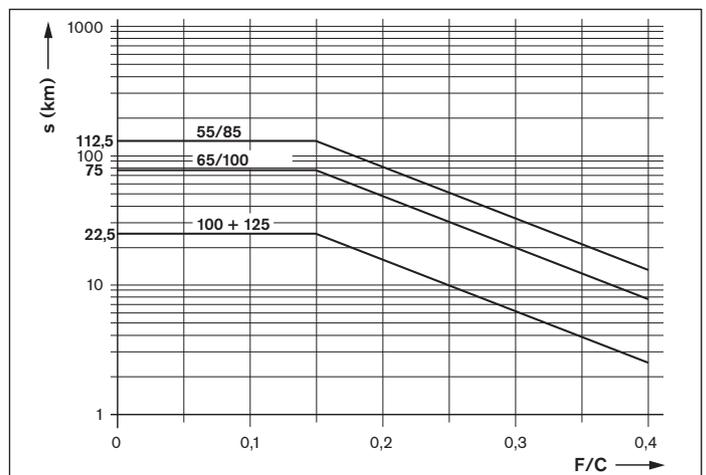

Figura 19
- ▶ Si se alcanza el intervalo de relubricación de la figura 19, se deberá introducir la cantidad de lubricante según la tabla 13.
- ▶ Si se alcanza el intervalo de relubricación de la figura 19, se deberá introducir por cada conexión de lubricación la cantidad de lubricante según la tabla 13. Determinar el número de impulsos y el ciclo de lubricación de la misma manera que en la relubricación (carrera normal).
El ciclo de lubricación resulta de la partición del intervalo de relubricación (según la figura 19) dividido el número de impulsos determinado (comparación con el ejemplo para el dimensionado).